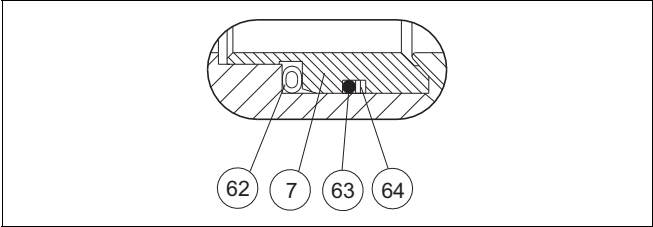

图. 13 S 阀座
- 将上密封（O 型圈）（63）放入阀座的凹槽中。请参见图 13 和 14。